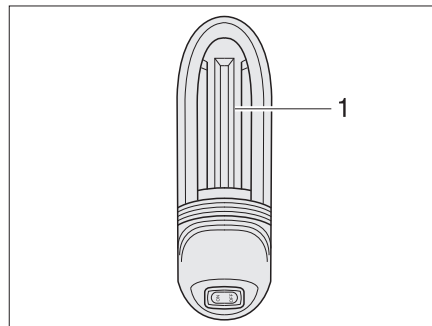

Fig. 369 Lampe de garage
- Pousser le cache de luminaire (Fig. 369,1) vers le haut et l'enlever.